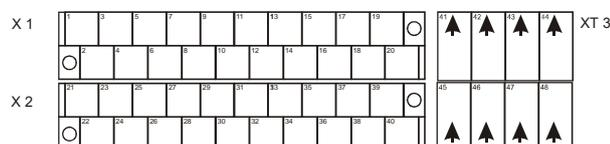

Рис.2-2 - Расположение клемм
2.2.1.3 На лицевой панели исполнительного блока расположены клеммы внешних подключений (рис.2.2) и совмещенный светодиодный индикатор READY/RTS. При нормальной работе устройства индикатор светится зеленым цветом и при передаче данных по сети светится красным цветом. Схема подключения устройства приведена в главе 3.